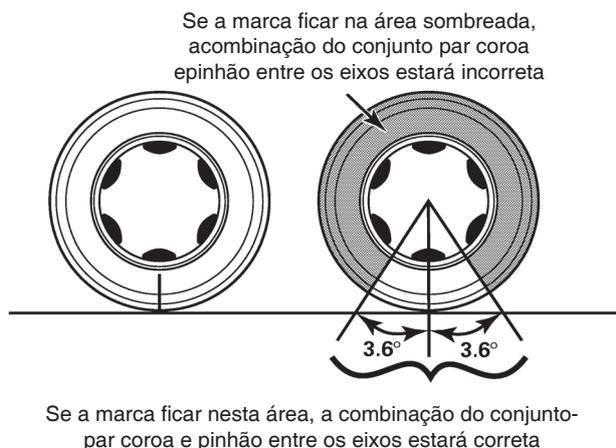

Figura 4.18
7. Anote as posições das marcas nos pneus que você fez previamente. Em eixos com as reduções corretas, ambas as marcas dos pneus deverão estar dentro de um ângulo de $\pm 3.6^\circ$ de cada lado da marca de referência. Figura 4.18.